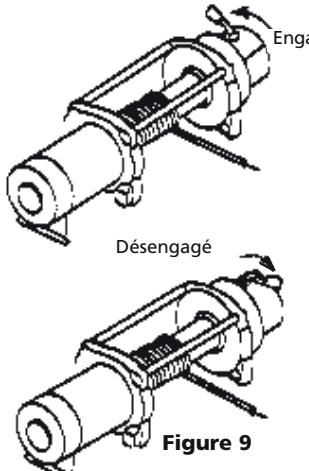

Figure 9
(Voir la Figure 9) Ramenez le bouton d'embrayage à la position « Disengaged ». S'il y a une charge sur le câble métallique, il pourrait être difficile de déplacer le bouton d'embrayage. NE FORCEZ PAS LE BOUTON D'EMBRAYAGE. Relâchez la tension sur l'embrayage en lâchant un peu du câble métallique. Déroulez plusieurs pieds de câble métallique du tambour. Ramenez le bouton d'embrayage à la position « Engaged ». Activez momentanément le treuil en mode déroulement afin de vérifier la direction de la rotation du tambour. Vérifiez votre câblage si le tambour tourne dans la mauvaise direction. Dégarez l'embrayage, puis tirez sur le câble métallique et fixez-le au point d'ancrage ou à la charge. Vérifiez qu'il reste assez de câble pour faire au moins cinq (5) tours sur le tambour. Réembrayez le tambour en ramenant le bouton d'embrayage à la position